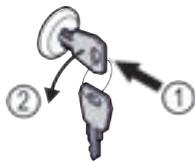

Fig. 123
- ▶ Introducir la llave. Fig. 123 (1)
- ▶ Gire la llave 90° en el sentido contrario de las agujas del reloj. Fig. 123 (2)